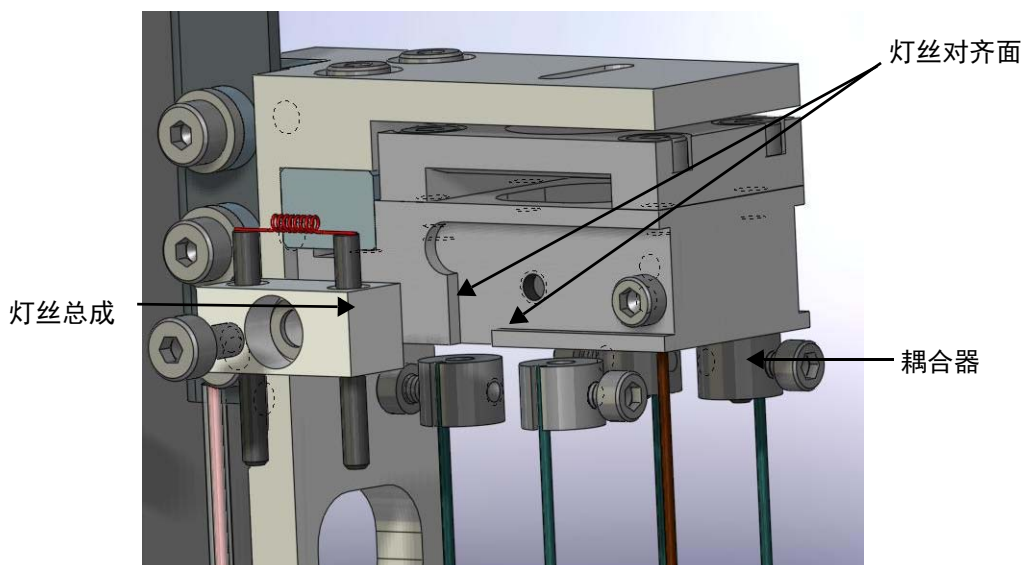

图 B-83 耦合器螺丝
11. 在一个干净的工作台面上，旋松两个耦合器螺丝，从谱仪中取出不良灯丝。然后旋松 M2 螺丝和垫圈，取出不良灯丝（图 B-83）。